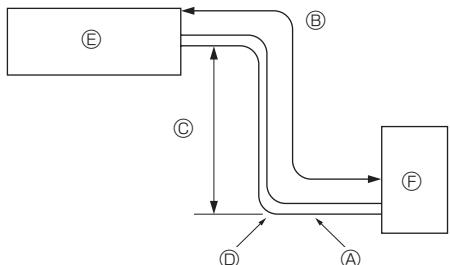

Fig. 2-1
① Tubo de empalme.....×1
2.1. Tubería de refrigerante (Fig. 2-1)